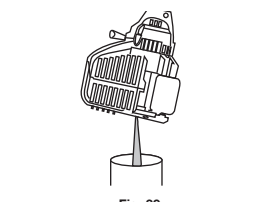

Fig. 39
3. Versez l'huile de l'orifice de remplissage dans un récipient en inclinant l'appareil à la verticale (Fig. 39). Allouez assez de temps pour une vidange complète.